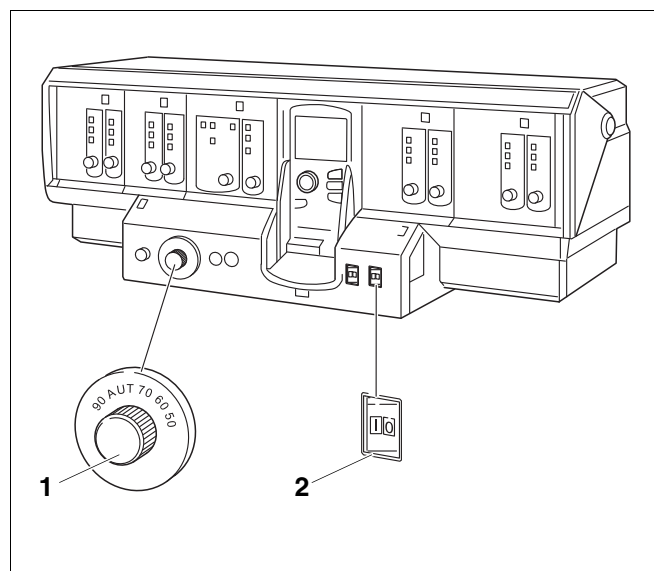

Рис. 3 Система управления (здесь: Logamatic 4000)
- Установите регулятор температуры котловой воды (рис. 3, Поз. 1) в положение "AUT".
- Установите пусковой выключатель (рис. 3, Поз. 2) в положение "I" (ВКЛ).
- Установите пусковой выключатель (рис. 3, Поз. 1) в положение "0" (ВЫКЛ).